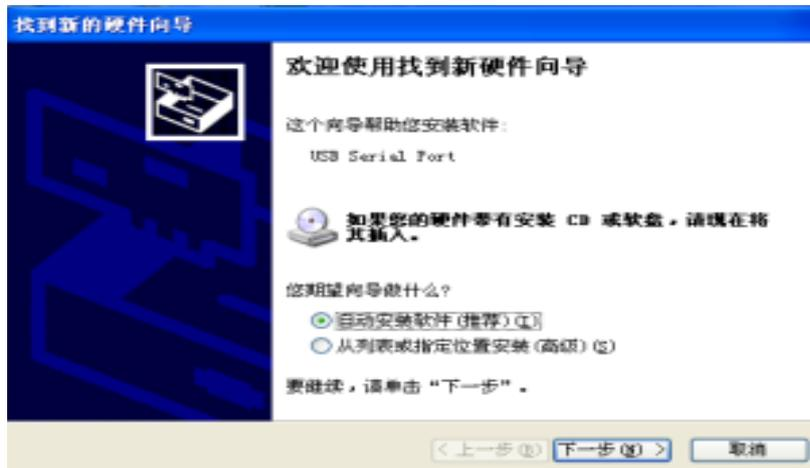

图 8.4 驱动文件位置
5) 点击“浏览”，指定浏览路径到光盘中的“驱动”文件夹，然后点击下一步，出现如下图 8.4 提示：